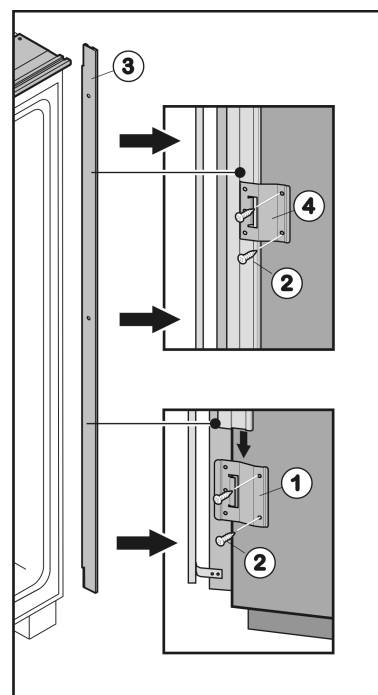
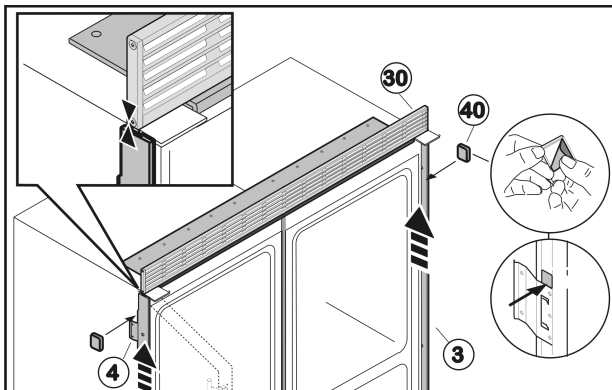

Fig. 39
Fig. 49
- Dévisser les tôles de fixation Fig. 39 (1,4) et enlever le rail Fig. 39 (3).
- Monter en-dessous du côté charnière la tôle de fixation Fig. 39 (1) avec deux vis Fig. 39 (2) dans les trous pré-percés.
- Insérer le rail Fig. 39 (3) par le haut dans la tôle de fixation Fig. 39 (1).
- Pousser la deuxième tôle de fixation Fig. 39 (4) en partant du haut sur le rail et visser au centre sur la paroi latérale.
- Pousser la troisième tôle de fixation Fig. 39 (4) en partant du haut sur le rail et visser en haut sur la paroi latérale.
- Enlever le ruban adhésif de la baguette d'encastrement Fig. 49 (3) latéral.
- Pousser la baguette d'encastrement Fig. 49 (3) vers le haut jusqu'à ce qu'elle touche la grille de ventilation Fig. 49 (30).
- Coller les pastilles adhésives Fig. 49 (40) au-dessus de la tôle de fixation Fig. 39 (1) et des tôles de fixation Fig. 49 (4) sur la baguette d'encastrement Fig. 49 (3) pour qu'elle ne puisse pas glisser vers le bas.